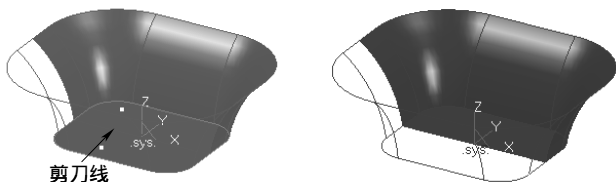

图 6-69 曲面裁剪
8) 选择下拉菜单“造型”→“曲面编辑”→“曲面裁剪”命令,或者单击“线面编辑栏”工具栏上的“曲面裁剪”按钮,在立即菜单中选择“投影线裁剪”和“正常裁剪”方式,拾取上一步所创建平面为裁剪曲面,按空格键在弹出的菜单中选择“Z 轴正方向”,拾取如图 6-69 所示的剪刀线,单击鼠标右键完成操作,如图 6-69 所示。